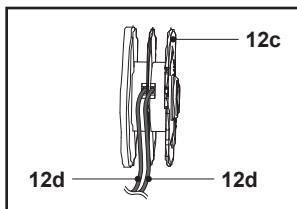

Fig. 25
- Conduzca un extremo de los nuevos hilos de corte (12d) a través del ojal pequeño de la bobina de corte (12c) en la dirección que indican las flechas (Fig. 25).